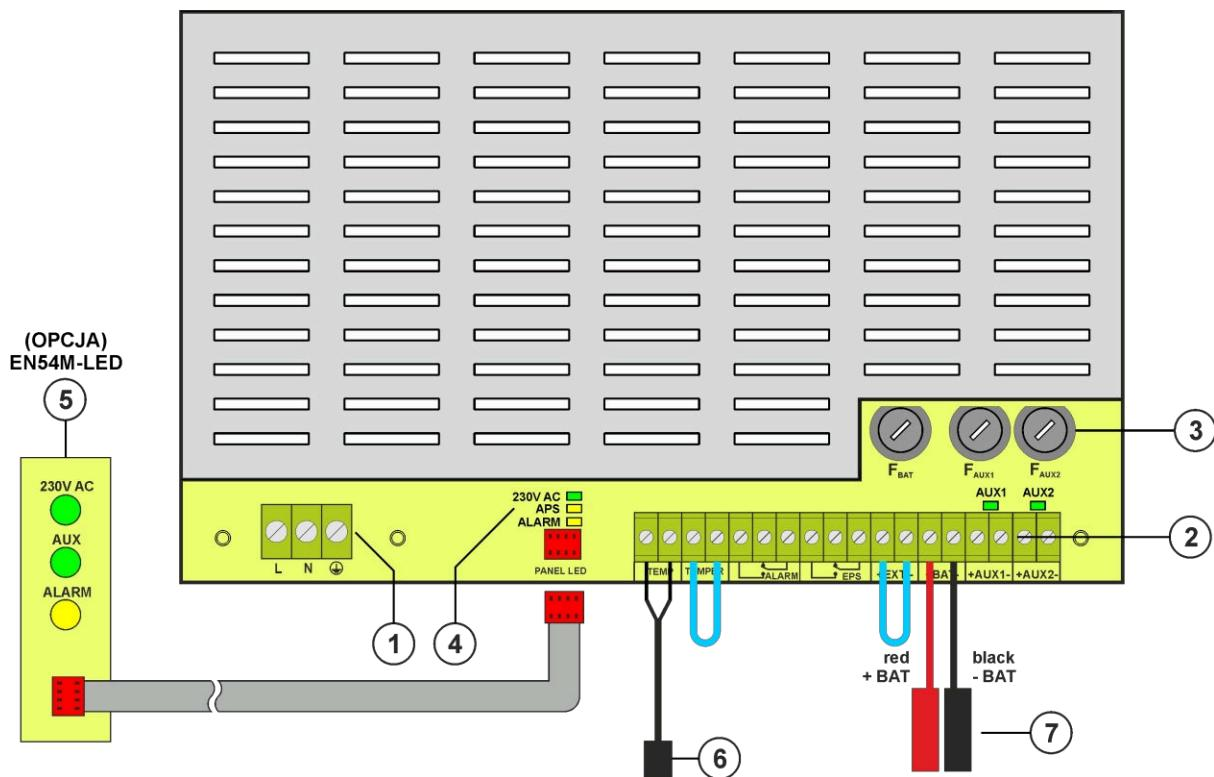

Abb. 2. Ansicht des PSU-Moduls.
Tabelle 1. Bestandteile des PSU-Moduls (Abb. 2).
2	<p>Klemmen:</p> <p>TEMP - Eingang des Batterietemperatursensors TAMPER - Eingang des Mikroschalters tamper Geschlossener Eingang = keine Anzeige Offener Eingang = Alarm</p> <p>ALARM - technischer Ausgang des kollektiven Ausfalls des Netzteils - Typ Relais EPS - Technischer Ausgang zur Anzeige eines AC-Stromausfalls offen = AC-Netzausfall geschlossen = AC-Stromversorgung - O.K.</p> <p>EXTi - Eingang für externen Fehler Eingang geschlossen = keine Anzeige Offener Eingang = Alarm</p> <p>+BAT- - Klemmen für den Anschluss der Batterie +AUX1- - Leistungsausgang AUX1 (- AUX=GND) +AUX2- - Leistungsausgang AUX2 (- AUX=GND)</p> <p>ACHTUNG! In Abb.2 zeigt der Kontaktsatz einen potenzialfreien Zustand des Relais an, was einem Ausfall der Stromversorgung entspricht.</p>
5. Installieren Sie die Batterien in einem dafür vorgesehenen Bereich des Gehäuses. Schließen Sie die Batterien an das Netzgerät an und achten Sie dabei auf die richtige Polarität. Die Batterien müssen mit dem Spezialkabel (im Lieferumfang enthalten) in Reihe geschaltet werden. Befestigen Sie den Temperatursensor mit Klebeband (im Lieferumfang enthalten) an einer der Batterien. Schrauben Sie den Temperatursensor an die Klemmen "Temp" des Netzteils (Abbildung 2, Punkt 6). Setzen Sie den Sensor zwischen den Batterien ein.